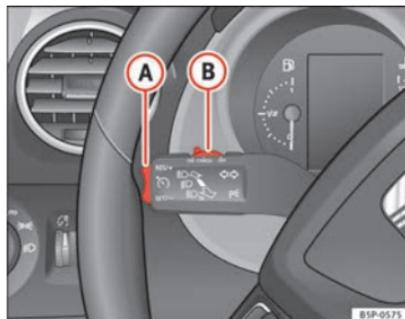

Fig. 154 Leva degli indicatori di direzione e degli abbaglianti: interruttore e tasto di comando del regolatore di velocità
- Spostare verso sinistra l'interruttore ⇒ fig. 154 (B), posizionandolo su **ON**.